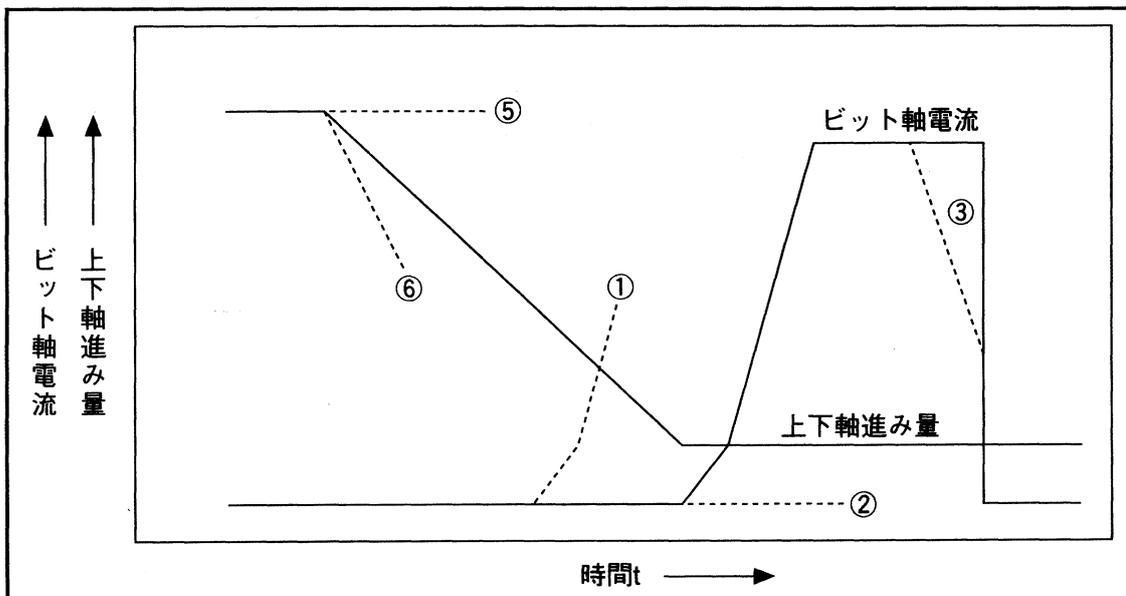

図3-27 検査項目の検査時期
(1) 必ず行なわれる検査 検査項目を表3-21に示します。また、この検査項目の検査時期を図3-27に示します。
検査項目を表3-22に示します。また、喰い付き検査の検査時期を図3-27に示します。